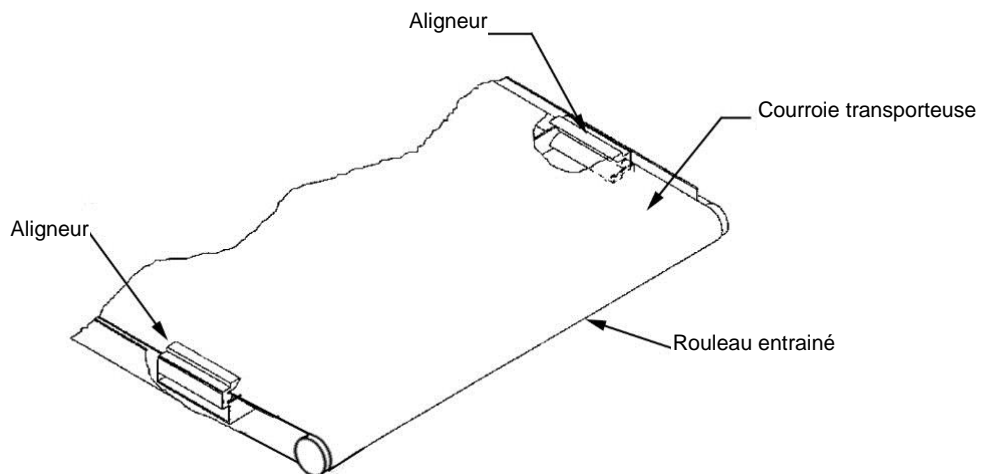

Figure 11-1: Présentation du dessous du convoyeur
6. Sur le dessous de la table du convoyeur, il y a des canaux en U soudés à la table. L'aligneur est positionné à l'intérieur du premier canal en U côté entrée de la ponceuse (Figure 11-1). Le dos de l'aligneur est aimanté et s'aimante contre la paroi de la table du convoyeur. N'installez pas l'aligneur